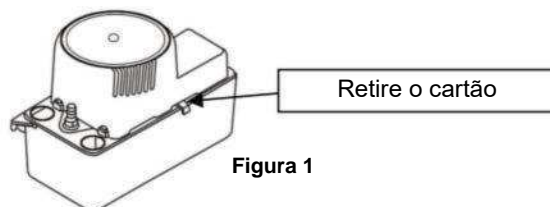

Figura 1
2. Desembale a bomba com cuidado. Retire o cartão da embalagem das ranhuras de ar na tampa do motor. Retire a bomba cuidadosamente da embalagem. Esta embalagem é utilizada para evitar que o interruptor se mova durante o transporte. (Figura 1).